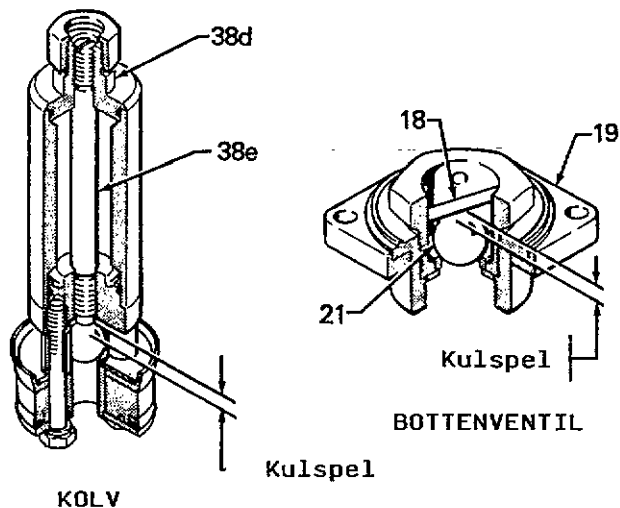

Fig 2.1
- 9 Demontera inte kolvstången om det inte är nödvändigt. Notera hur långt justerskruven (38e) skjuter ut ur den nedre gaveln (38f). Detta bestämmer spelet på kolvens kula (12). Skruva sedan bort justerskruven från kolvstången (38c). Ta bort den övre och nedre gaveln (38d och 38f). Kontrollera O-ringarna (38a och 38b) på plats. Byt alla delar med grader, repor eller slitage. Återmontera. Se till att skruva in justerskruven (38e) till sitt rätta avstånd. (För ändring av kulspelen se fig 2.1.)
- 10 Sätt tillbaka kolvstången (38) genom botten på pumphuset (6) och kopplingsmuttern (1).
- 11 Återmontera bottenventilen och se till att stoppinnen (18) placeras i rätt hålpar.
- 12 Smörj de fyra stägbultarna (31) och skruva in dem i pumphuset (6). Dra med ett moment av 22-25 Nm.
Justering av kolv- och bottenventilerna (se fig 2.1)